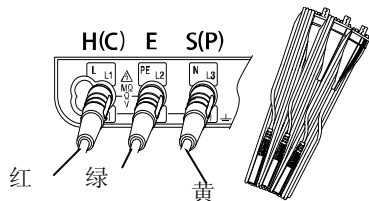

图.41
2. 将测试线(MODEL7228) 插入仪器。(图.41)